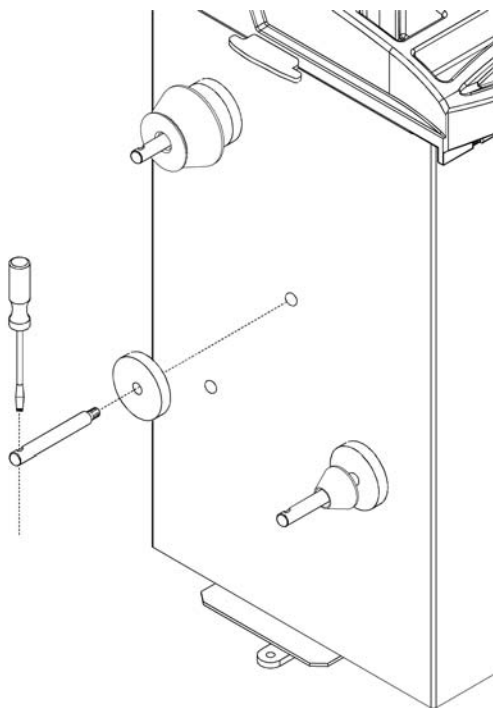

Figure 6
- B. Installer les tiges d'accessoires (Fig.6). Serrer fermement.